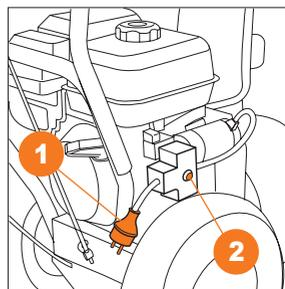

Рис. 20
- Нажмите красную кнопку запуска **2** на корпусе электрического стартера и удерживайте ее до момента запуска двигателя, но не более 5-ти секунд (Рис. 20).